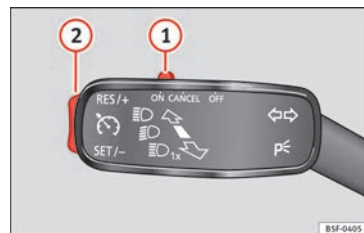

Fig. 170 Palanca de intermitentes y de luz de carretera: mando y tecla basculante para el regulador de velocidad.
- Mueva el mando **» fig. 170 ①** hacia la izquierda hasta la posición **ON**.
- Cuando se haya alcanzado la velocidad que se quiere programar, pulse brevemente la parte inferior de la tecla basculante **SET-** **» fig. 170 ②** una vez.
- Presione la parte superior de la tecla basculante **RES+** **» fig. 170 ②** para aumentar la velocidad. El vehículo acelerará mientras mantenga la tecla presionada. Al soltar la tecla quedará memorizada la nueva velocidad.
- Presione la parte inferior de la tecla basculante **SET-** **» fig. 170 ②** para reducir la velocidad. El vehículo reducirá la velocidad desacelerando automáticamente mientras mantenga la tecla presionada. Al soltar la tecla quedará memorizada la nueva velocidad.
Si se reduce la velocidad programada pisando el pedal del freno, se desactiva el regulador de velocidad. Si quiere activar de nuevo el regulador, bastará con presionar una vez la parte superior de la tecla basculante **RES+** **» fig. 170 ②**.
Para recuperar el regulador, levante el pie del pedal del freno o del embrague o reduzca la velocidad por debajo de los 180 km/h (112 mph) y presione una vez la parte superior de la tecla basculante **RES+ » fig. 170 2**.
El sistema **se desconecta totalmente** desplazando el mando » **fig. 170 1** hasta el tope de la derecha (OFF encastrado), o bien con el vehículo parado, desconectando el encendido.